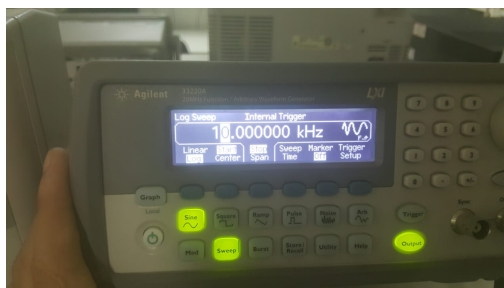

Figura 14: Configurando o Gerador de Funções - Passo 3.
- Como ilustrado na figura 14, coloque 10kHz para Stop Frequency.